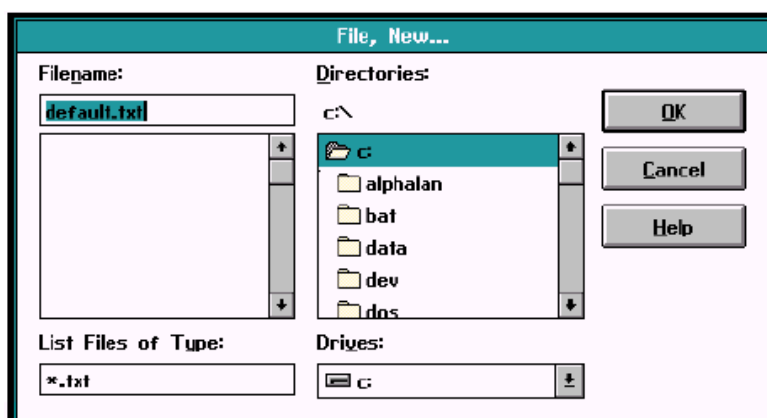

図 3-38 データファイルの作成
*Upload to PC* をクリックすると、図 3-38 に示すように IDM からファイルの作成を求めてきます。